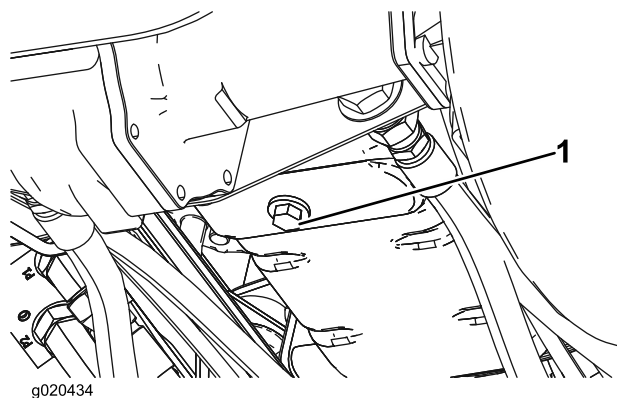

Bild 51
1. Entfernen Sie die Ablassschraube (Bild 51) und lassen Sie das Öl in die Auffangwanne ab. Schrauben Sie die Ablassschraube wieder ein, nachdem das Öl abgelaufen ist.